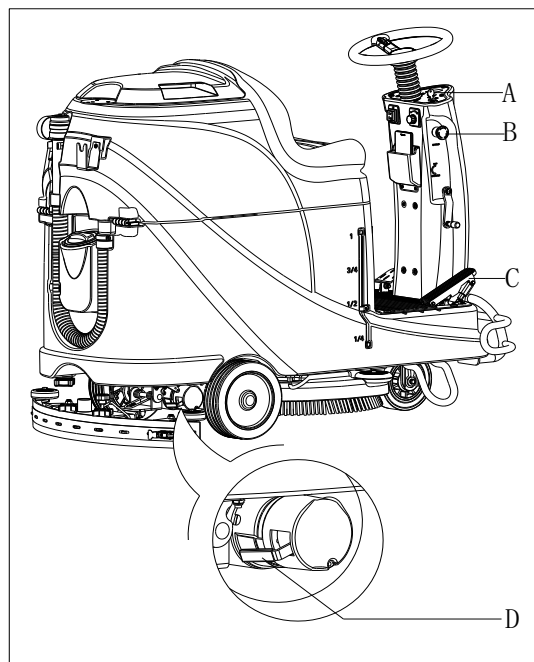

Figura 9
1. Ruotare l'interruttore chiave (A, Figura 9) su "ON"
2. Premere il pedale di accelerazione (C) leggermente quindi allentarlo per verificare se la macchina può essere manovrata in avanti e fermata.
3. Per accertarne la sicurezza, confermare se la macchina può essere fermata immediatamente premendo il tasto di emergenza (B). Ruotare il tasto di emergenza per resettare.
- Freno sbloccato – la maniglia del freno (D, Figura 9) si trova in alto